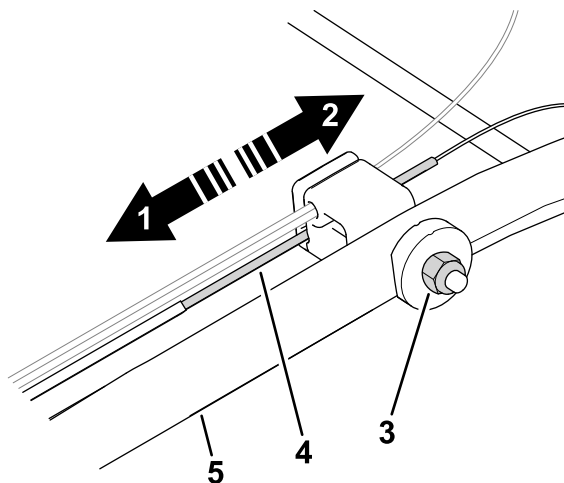

Figura 23
1. Rode a porca de ajuste no sentido contrário ao dos ponteiros do relógio para folgar o ajuste do cabo (Figura 23).
2. Ajuste a tensão do cabo (Figura 23) puxando-o para trás ou empurrando-o para a frente e mantendo a posição.